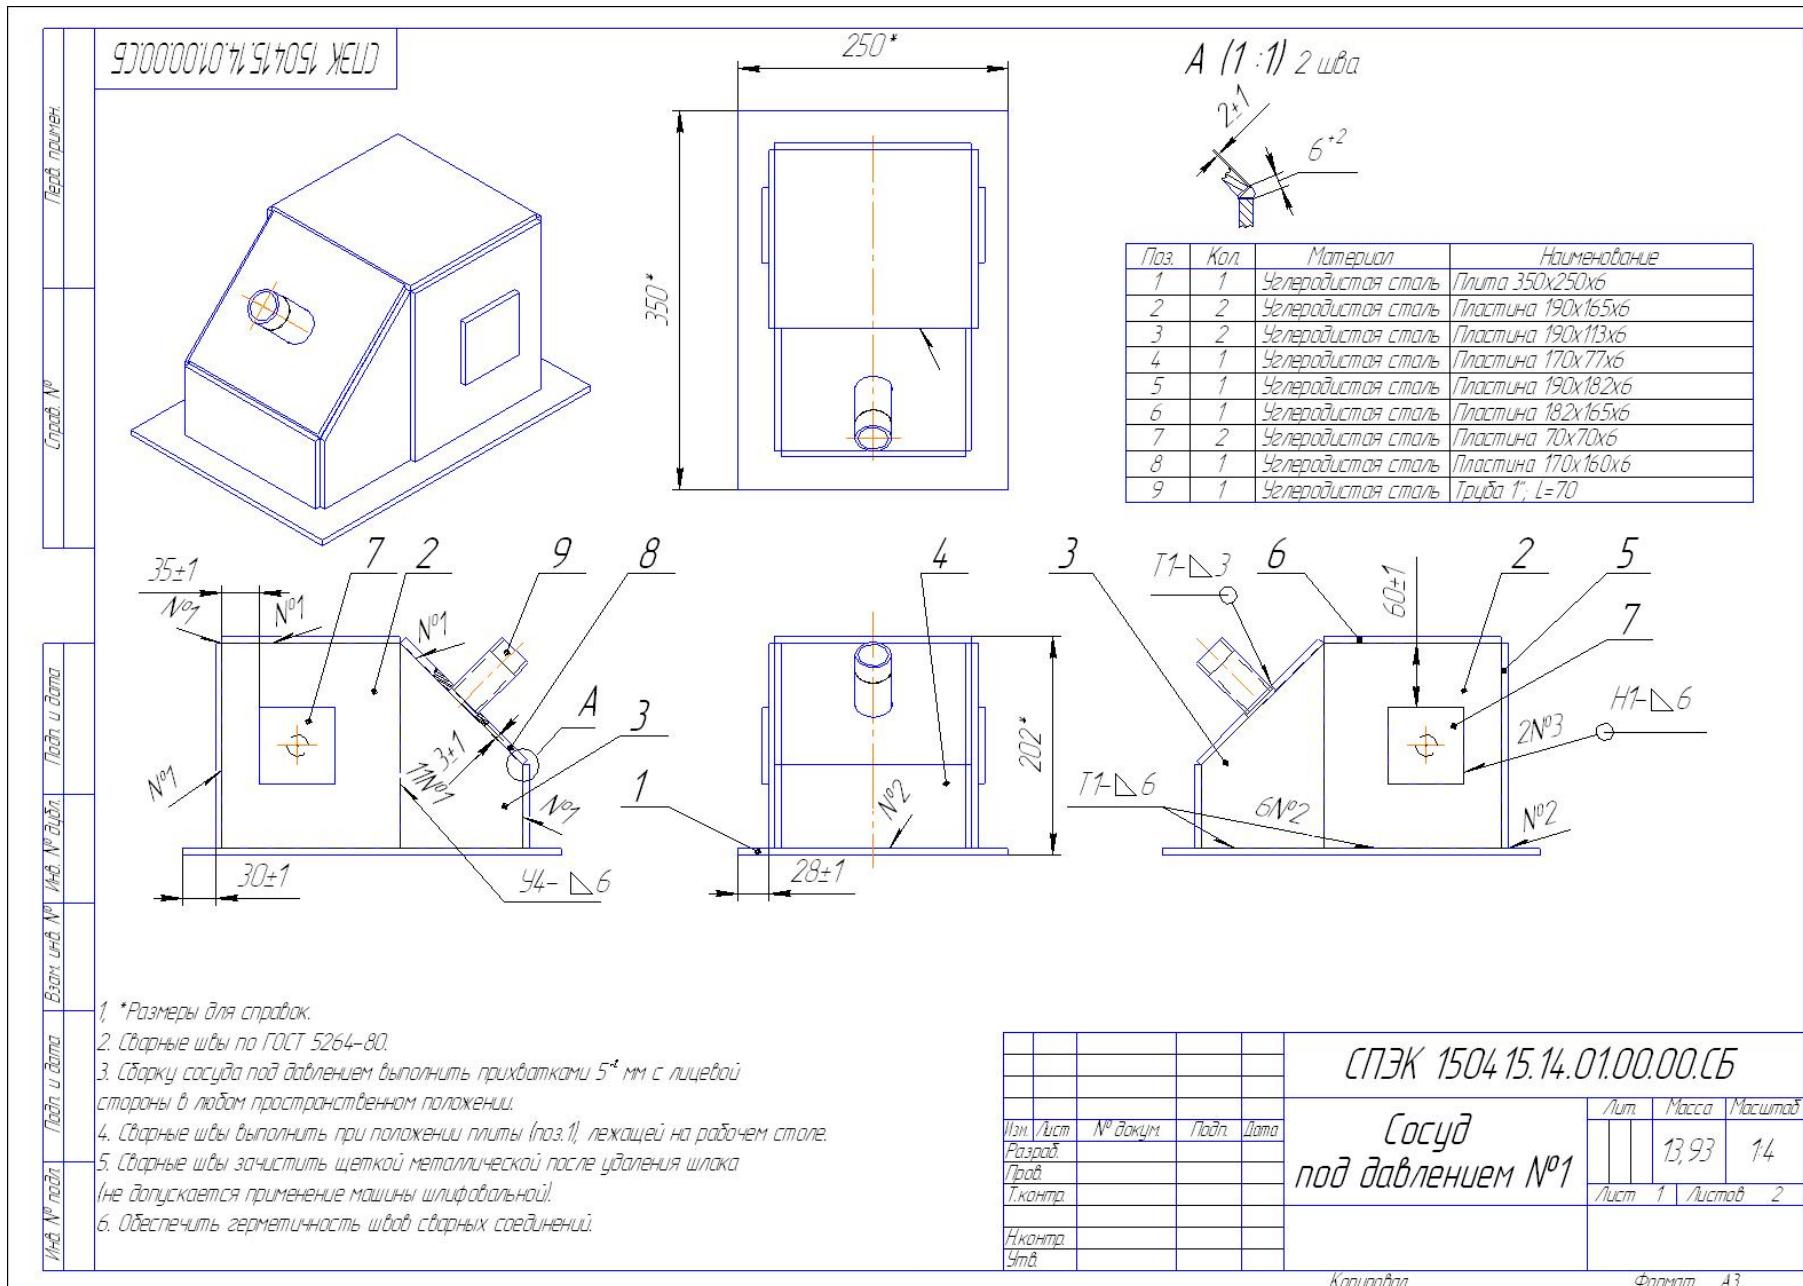

Рис. 2
9.2. Модуль 2. Сосуд под давлением. Задание №1. (Ручная дуговая сварка MMA(111)) Рис. 2, 3.